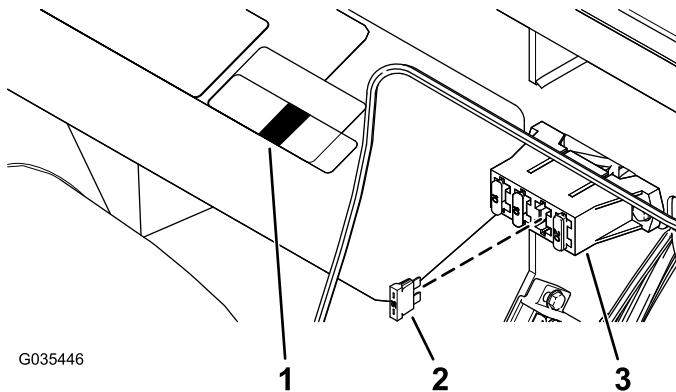
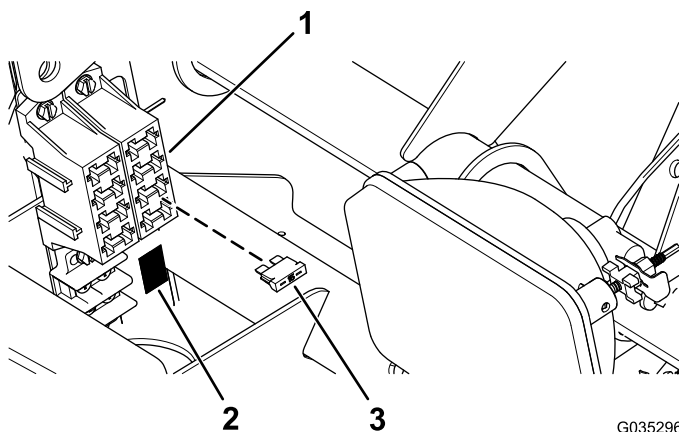

Figura 10
Figura 11
1. Insira o fusível (15 A) no bloco de fusíveis e aplique o autocolante dos fusíveis por baixo do bloco de fusíveis (Figura 10 ou Figura 11).